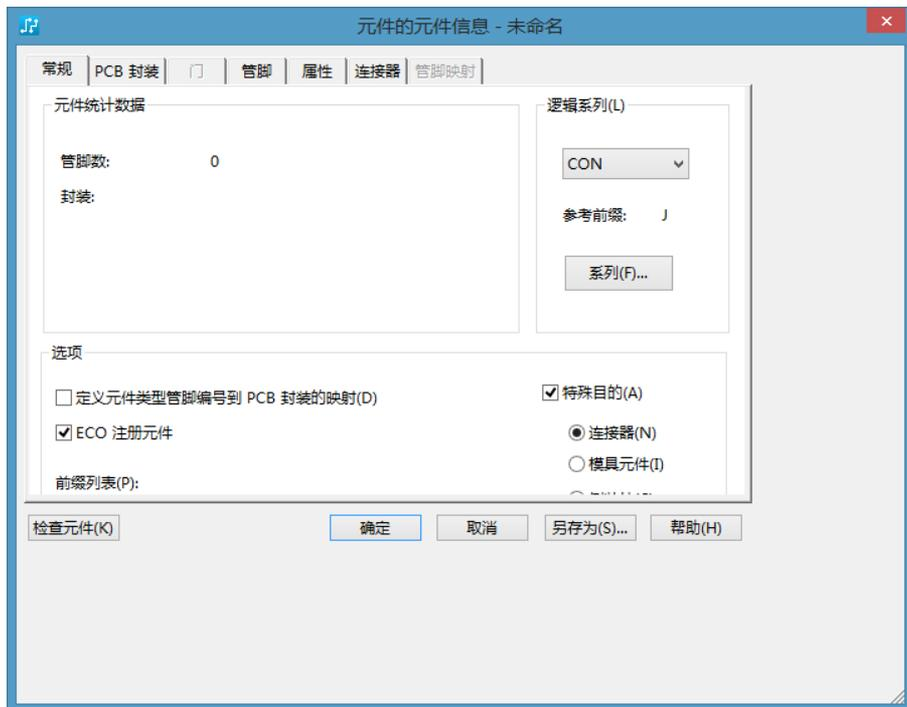

图 9-41 在“常规”选项卡中选中“连接器”单选按钮
6) 在“常规”选项卡的“选项”选项区域内，选中“连接器”单选按钮，使建立的元器件类型为连接器，如图 9-41 所示。